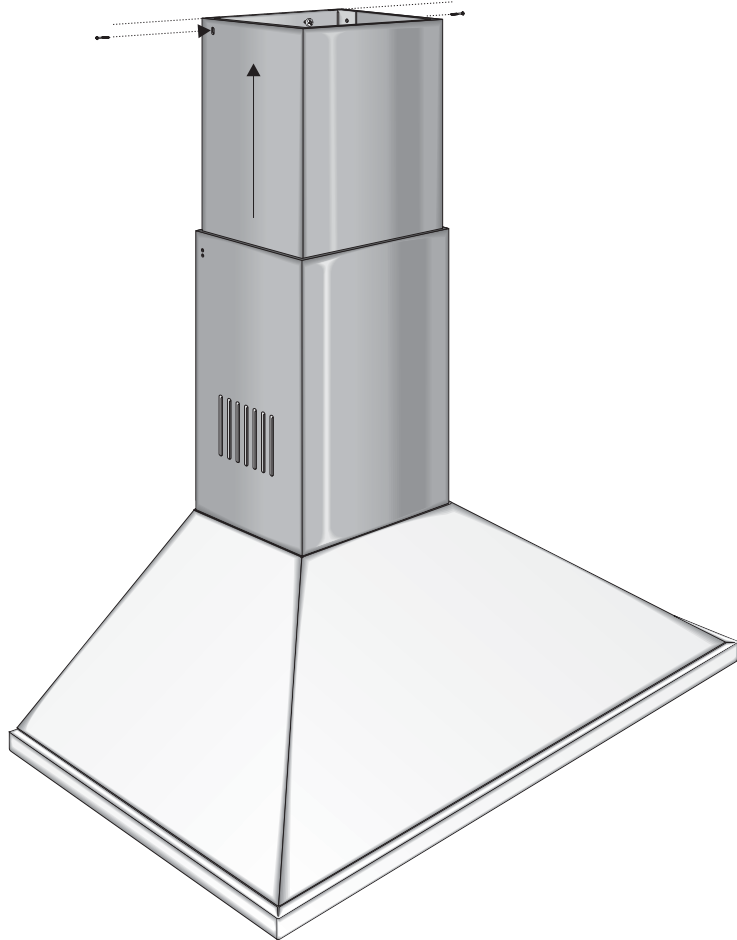

Fig. 11
- Sollevare verso l'alto, fino al soffitto, il camino telescopico superiore e fissarlo alla staffa utilizzando le due viti in dotazione M3,9 x 9,5 (Fig.11).
- Lift the upper telescopic stack up to the ceiling and fix it by means of the two M3.9 x 9.5 screws included in the supply (Fig. 11).
- Soulever la cheminée télescopique supérieure en hauteur jusqu'au plafond, et la fixer à la bride en utilisant les deux vis en dotation M3,9 x 9,5 (Fig.11)